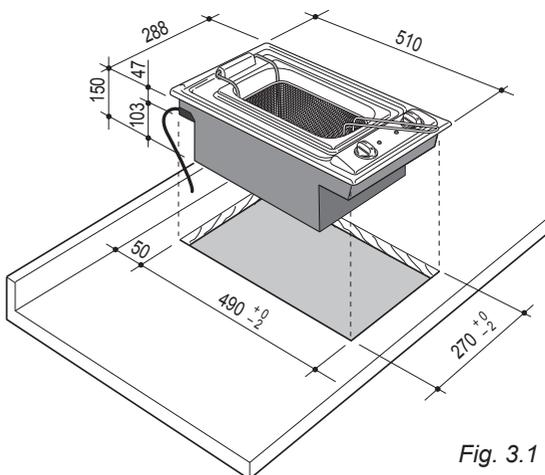

Fig. 3.1
- la parete dietro gli apparecchi deve trovarsi ad una distanza non inferiore a 50 mm. (fig. 3.1);